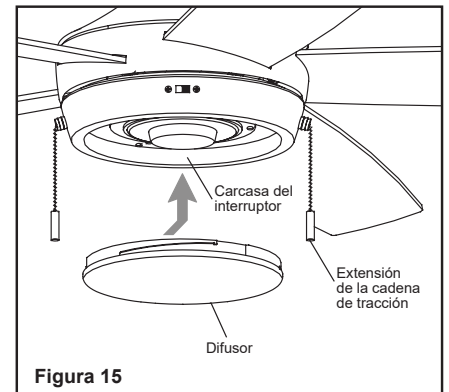

Figura 15
Paso 1. Levante con cuidado el difusor hasta el ventilador, alineando las lengüetas de la carcasa del interruptor con las muescas del difusor y asíéntelo contra la carcasa del interruptor. Gire con cuidado el difusor (en sentido de las manecillas del reloj) hasta que se trabe en su lugar en la carcasa del interruptor. **NO LO APRIETE EN EXCESO.** (Figura 15)
Paso 2. Instale las extensiones de cadena de tracción en las cadenas de tracción (Figura 15).